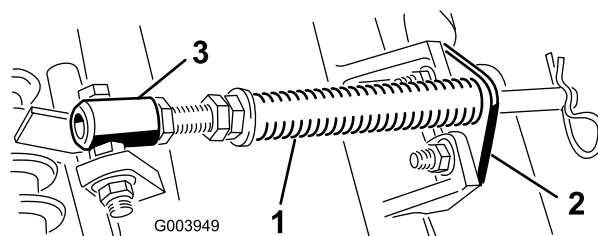

Figura 4
- B. Retire la tuerca con arandela prensada que fija el perno del tubo del muelle a la pestaña del bastidor de tiro (Figura 4). Retire el conjunto.